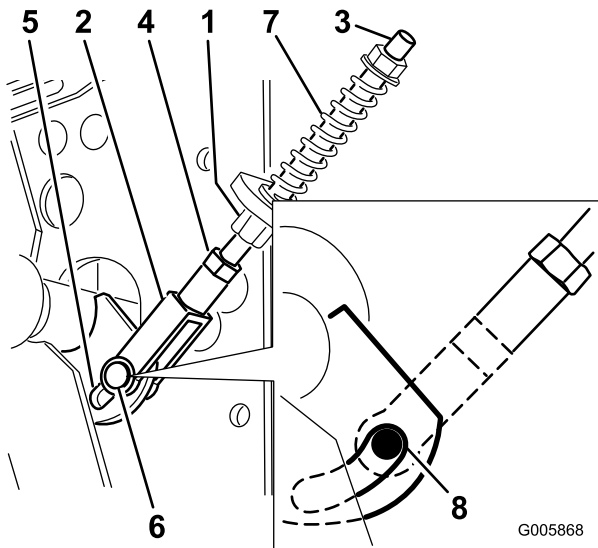

Figura 52
3. Ajuste la longitud de la varilla de punto muerto en ambos lados de la máquina hasta que el pasador de la horquilla entre en contacto con la parte de atrás de la ranura del soporte del brazo de control (Figura 52).
6. Si la rueda gira con la palanca de avance en punto muerto, la varilla de punto muerto debe ser ajustada (Figura 52). Si la rueda se detiene, vaya a Ajuste de la varilla de control.
7. Afloje la tuerca de la horquilla (Figura 52).
8. Ajuste la varilla de ajuste hasta que la rueda motriz correspondiente deje de girar, sujetando la palanca en la posición de punto muerto (mayor resistencia) (Figura 52).
de vuelta aproximadamente en el sentido contrario a las agujas del reloj si la rueda gira hacia adelante (Figura 52).